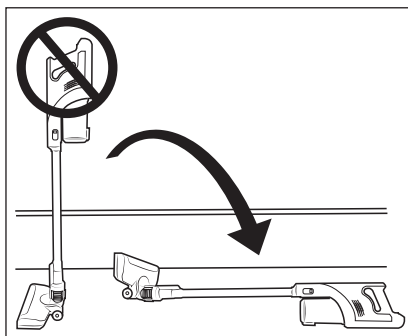

Rys. 8
- Odkurzacz można również ładować bezpośrednio za pomocą zasilacza sieciowego **10**. W tym celu należy wyjąć wtyk rurkowy **11** z uchwytu ściennego **18**, obracając go lekko, i włożyć go do gniazda ładowania **3** na urządzeniu (patrz rys. 8).